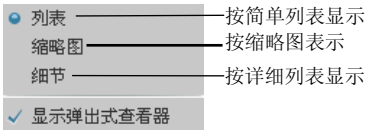

图 5.3.3 “视图”菜单
- 单击按钮，出现图 5.3.3 所示的选项菜单，文件可按简单列表或详细列表显示。